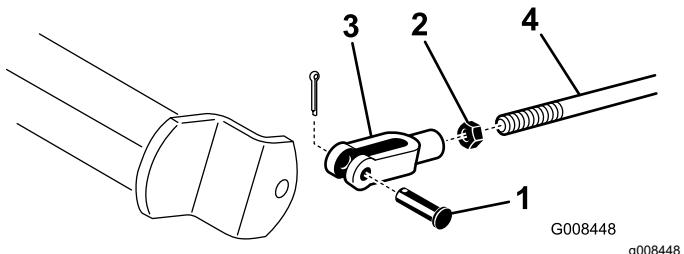

Figura 47
- A. Desconecte las varillas de los frenos retirando el pasador y la chaveta (Figura 47).
- B. Afloje la contratuerca y ajuste la horquilla (Figura 47).
- C. Monte la horquilla en el eje del freno (Figura 47).